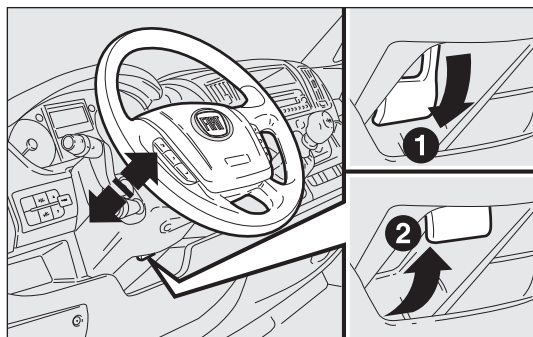

fig. 39
- débloquer le levier fig. 39 en le tirant vers le volant (position 2);